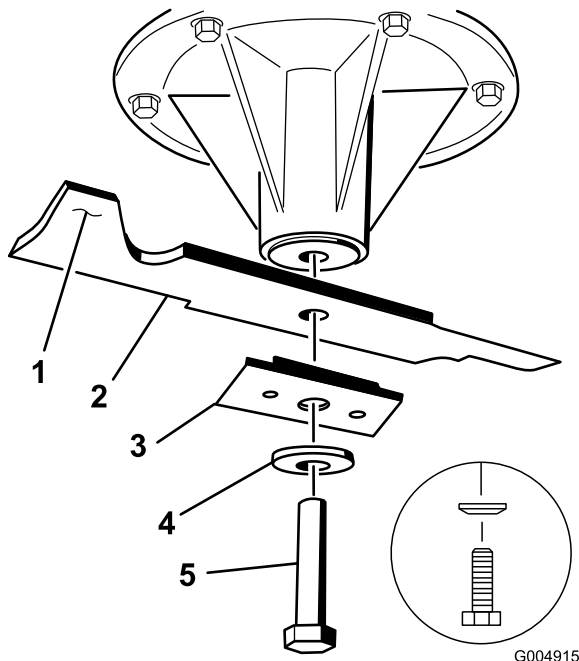

Figure 53
2. Enlevez de l'axe le boulon de lame, la rondelle bombée, le renfort de lame et la lame (Figure 53).
elle est équilibrée et peut être utilisée. Si la lame est déséquilibrée, limez un peu l'extrémité de la partie relevée seulement (Figure 53). Répétez la procédure jusqu'à ce que la lame soit équilibrée.
Important: Pour obtenir une coupe correcte, la partie relevée de la lame doit être tournée vers le haut et dirigée vers l'intérieur du plateau de coupe (Figure 53).
1. Posez la lame, le renfort, la rondelle bombée et le boulon de lame sur l'axe (Figure 53).